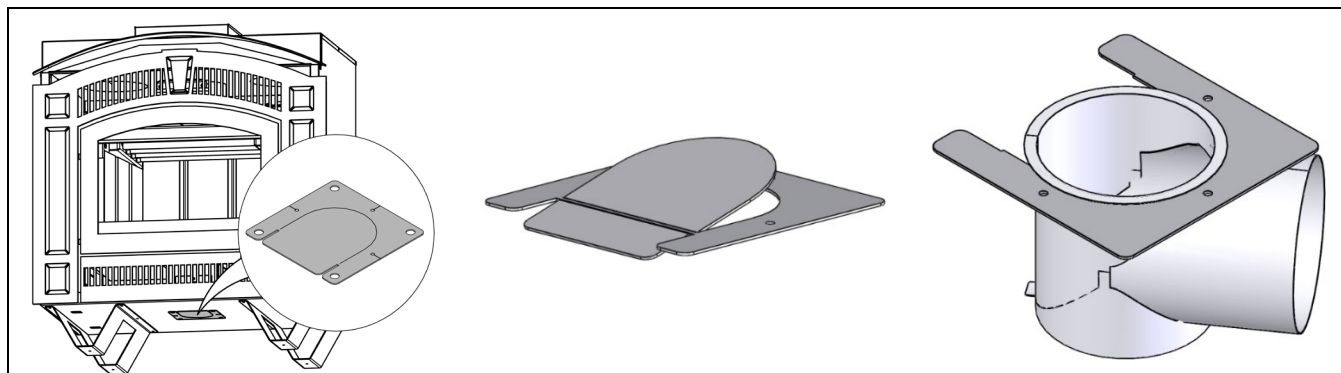

Figure 7 Couvercle d'air extérieur
1. En utilisant un tournevis Phillips court, retirez le couvercle d'air extérieur situé sous la base du foyer du côté gauche, trois vis le retiennent en place (voir Figure 7).
7. Insérez le coude d'air extérieur sur le support (voir Figure 7) et installez l'assemblage sur le foyer en utilisant au moins deux des trois vis qui ont été enlevées précédemment mais ne les serrez pas immédiatement.